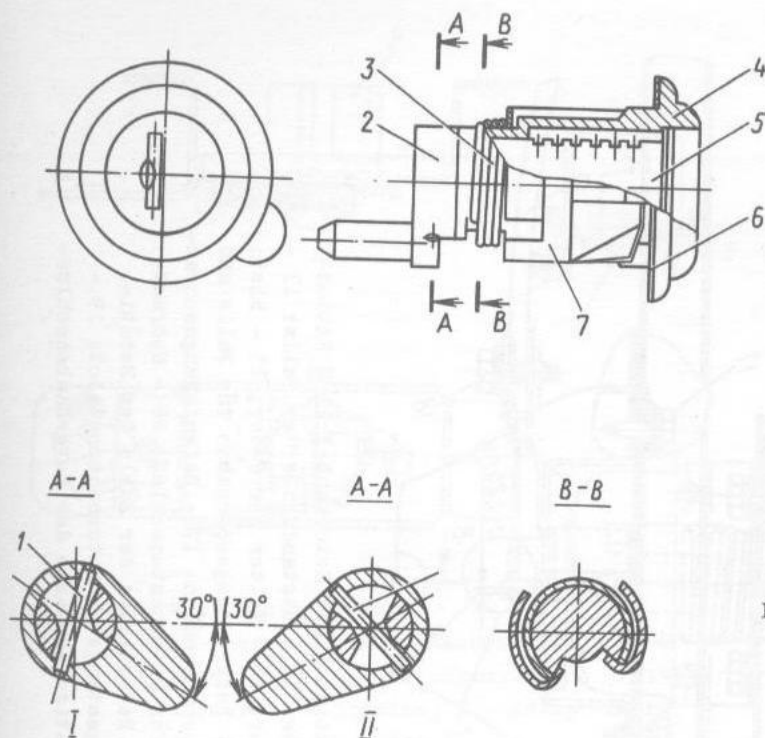

Bild 8-14. Schloßschalter der Vordertüren:
4. Stift 1 (Bild 8-14) zur Befestigung der Mitnehmer 2 an Zylinder 5 des Schalters heraustreiben und Mitnehmer absetzen.
7. Mitnehmer auf das vordere Ende des Zylinders stecken, dabei auf richtige Position des Mitnehmers 2 achten, die für den Schalter der Schloßer von rechter und linker Tür (siehe Bild 8-14, I und II) verschieden ist, und Stift 1 eintreiben. Der richtig eingetriebene Stift soll an beiden Enden der Bohrung in Mitnehmer sichtbar sein, ohne jedoch über die Oberfläche der Bohrung in Mitnehmer herauszuragen.